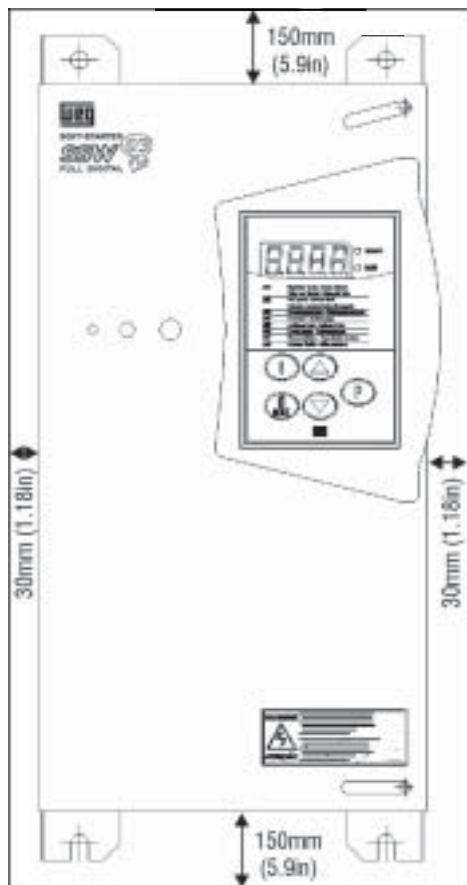

Figura 3.1- Espacios libres para ventilación
- ☑ Deje como mínimo los espacios libres alrededor de la SSW-03 Plus conforme figura 3.1.